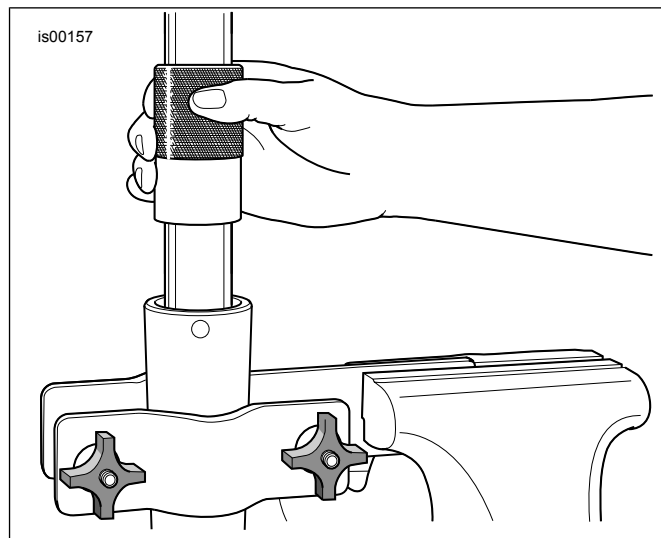

Figura 7. Installa s-Sigill taż-Żejt tal-Furketta
12. Iksi Dijametru ta' Ġewwa (ID) u Dijametru Ta' Barra (OD) tal-blokka iżolanti tas-slaġder (E) b'żejt tal-furketta nadif.
14. Żerżaq is-sigill tal-ispazjatur (D) lejn in-naħa t'isfel tat-tubu tal-furketta sakemm jagħmel kuntatt mal-blokka iżolanti tas-slaġder (kwalunkwe direzzjoni).
15. Iksi l- ID tas-sigill taż-żejt tal-furketta (4) l- **ġdid** b'żejt tal-furketta nadif.
18. Figura 7 Ikseb is-Sigill tal-Furketta/l-Għodda tal-Blokka Iżolanti (HD-45305) u pproċedi kif ġej:
- b. Figura 7 Bl-użu ta' għodda bħal slide hammer, imbotta s-sigill taż-żejt tal-furketta (bis-sigill tal-ispazjatur u l-blokka iżolanti tas-slaġder) lejn in-naħa t'isfel tat-tubu tal-furketta sakemm ix-xaqq tal-klipp taż-żamma jkun jidher fl-ID tas-slaġder tal-furketta.